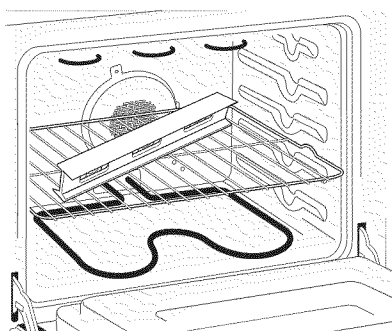
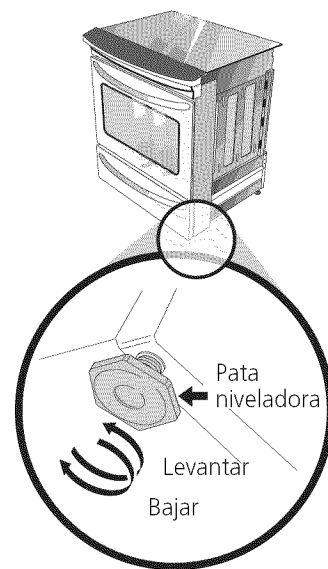

Figura 9
Figura 14
3. Verifique si la cocina está nivelada colocando una parrilla en el centro del horno y poniendo un nivel sobre esta (figura 9).
2. Ponga un nivel sobre la parrilla (figura 9). Tome dos lecturas con el nivel puesto diagonalmente en una dirección y después en la otra. Nivele la estufa, si es necesario, ajustando las 4 patas niveladoras con una llave de tuercas (figura 14).